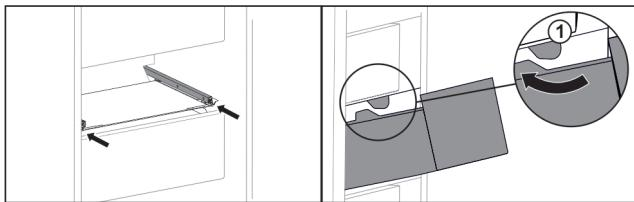

Fig. 136
- Обвести висувний ящик навколо стопора Fig. 136 (1).